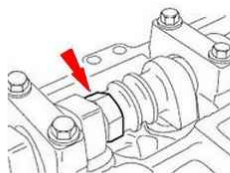

fig. 08
**Nota:** Usar a ferramenta apenas para posicionar os comandos. O travamento dos comandos para remoção dos parafusos das polias dentadas é feito através da aplicação de uma chave fixa ao sextavado existente nos comandos (Fig. 08). A não observância dessa nota pode acarretar na quebra dos comandos.